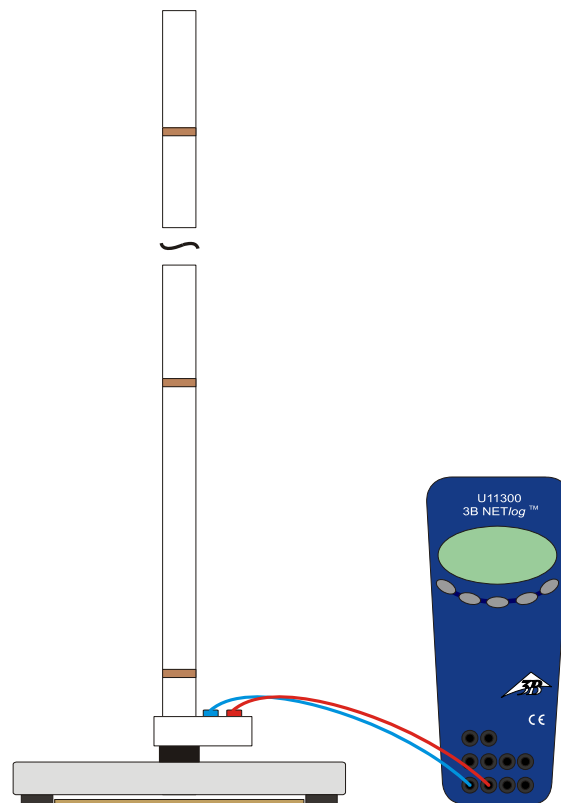

Fig. 1 Montage expérimental
- Montez l'expérience comme le montre la fig. 1.